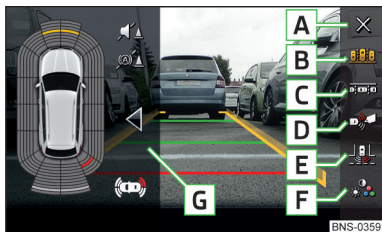

Fig. 277
Touches de fonction » fig. 277
- Tapez sur la surface fonctionnelle **C** » fig. 277 à la page 242.